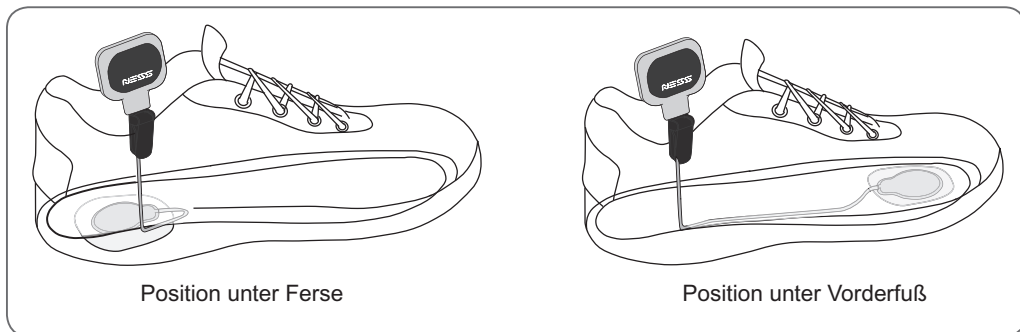

Abbildung 6-9: Einlegesohle bedeckt Drucksensor und Kabel (linker Schuh abgebildet)
6. Bedecken Sie den Drucksensor mit der Einlegesohle. Rollen Sie überschüssiges Kabel unter der Einlegesohle zusammen. (Siehe Abbildung 6-9.)